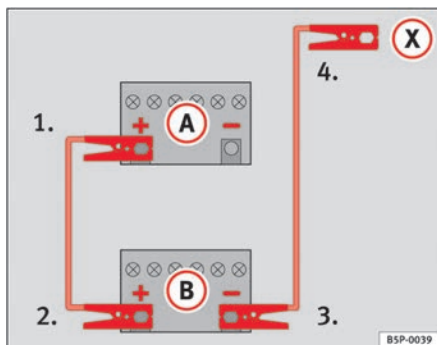

Fig. 204 Esquema de conexión de los cables de emergencia
En la ⇒ fig. 204 **A** representa a la batería sin carga y **B** a la batería con carga.
1. Emborne un extremo del cable de emergencia rojo al polo positivo ⇒ fig. 204 (+) del vehículo con la batería descargada ⇒ ⚠.
4. Emborne el otro extremo del cable negro de emergencia (X) a una pieza de metal maciza unida al bloque motor o al mismo bloque motor del vehículo con la batería descargada, lo más alejado posible de la batería ⇒ ⚠.